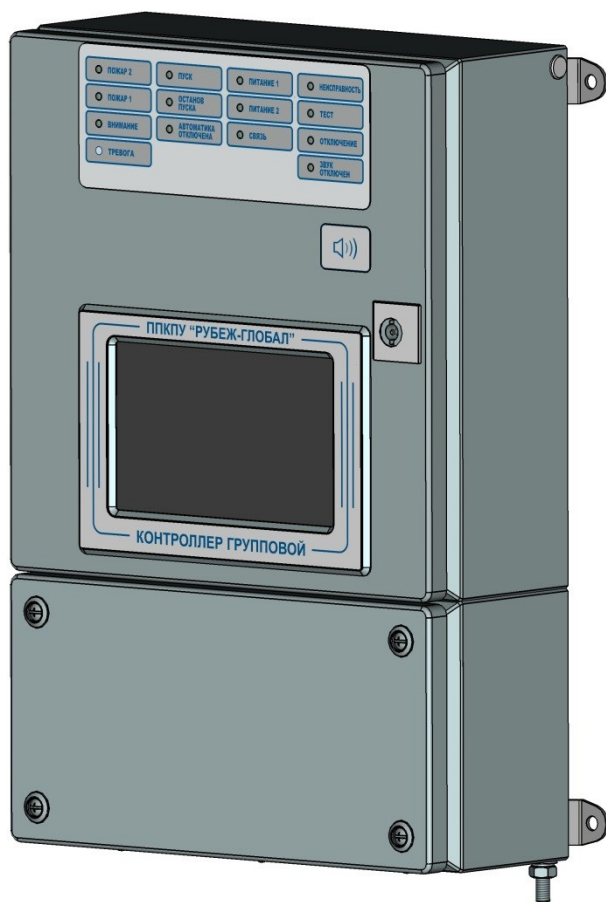

Рисунок 2 – Внешний вид ГК исп.1
– ГК исп.1 – в металлическом корпусе с семидюймовым ЖК монитором (Рисунок 2)